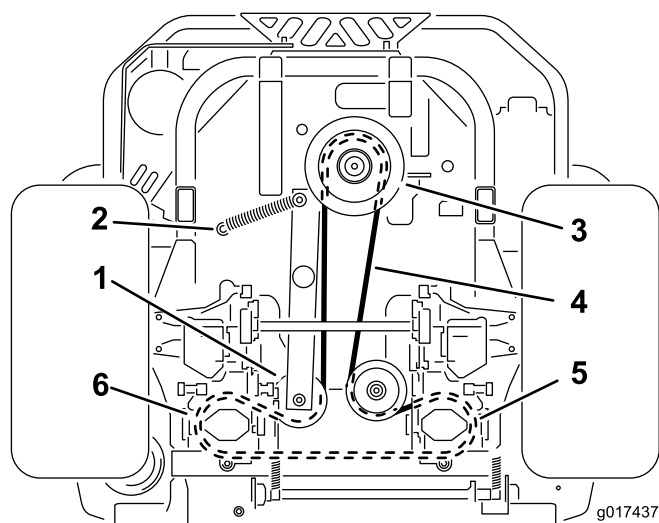

Figura 61
4. Sollevate la macchina e sostenetela su cavalletti (Figura 61).
6. Staccate la molla di tensione dal perno di ancoraggio (Figura 61).